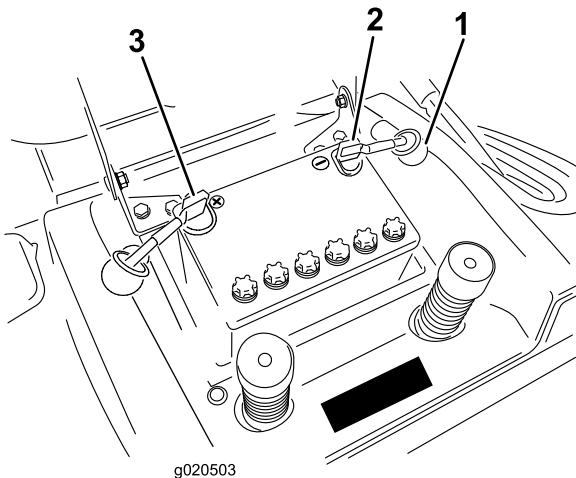

Figura 34
7. Desconecte el cable negativo de tierra (negro) del borne de la batería (Figura 34).
9. Desconecte el cable positivo (rojo) del borne de la batería (Figura 34).
1. Coloque la batería en el chasis con los bornes hacia la parte trasera de la máquina (Figura 34).
3. Usando el perno y la tuerca de mariposa, conecte el cable positivo (rojo) al borne positivo (+) de la batería (Figura 34). Deslice la cubierta de goma sobre el borne de la batería.
4. Usando el perno y la tuerca de mariposa, conecte el cable negativo (negro) al borne negativo (−) de la batería (Figura 34). Deslice la cubierta de goma sobre el borne de la batería.